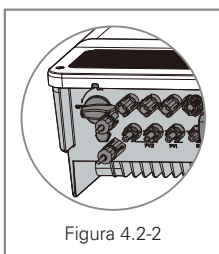

Figura 4.2-2
- **Collegamenti dell'ingresso del sistema fotovoltaico:** accertarsi che i collegamenti tra l'Hybrid Inverter A-3 e i pannelli fotovoltaici e le relative polarità (+/-) non siano invertiti. Si veda la figura 4.2-2.